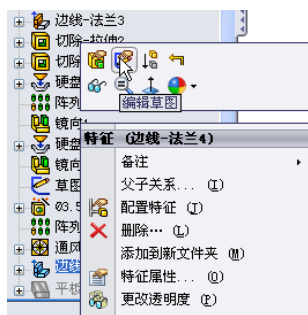
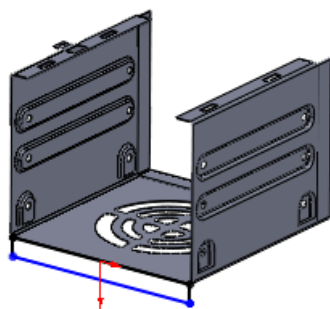

图 10-226 选择“编辑草图”命令
图 10-227 进入草图编辑状态
(32) 编辑边线法兰的草图。在 FeatureManager 设计树中右击“边线法兰”，在弹出的菜单中单击（编辑草图）按钮，如图 10-226 所示。这时，将进入边线法兰的草图编辑状态，如图 10-227 所示。